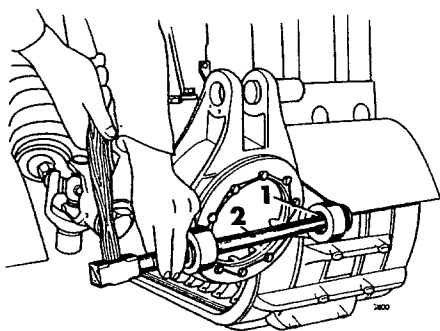

Fig 14-29. Demontering av lagertappens bussningar
8. Bussningarna för främre och bakre lagertapparna demonteras enligt fig 14-29.